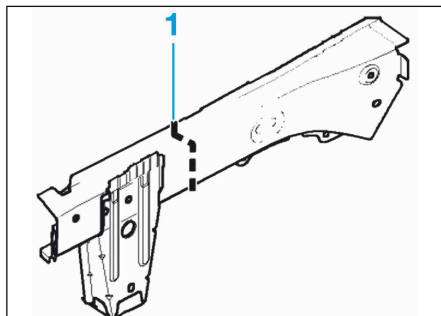

FIG.15
- Tracer puis découper en (1) le longeron avant partiel (Fig.15).